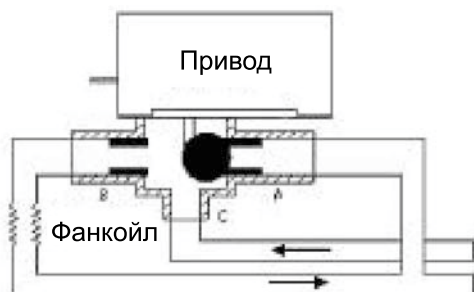
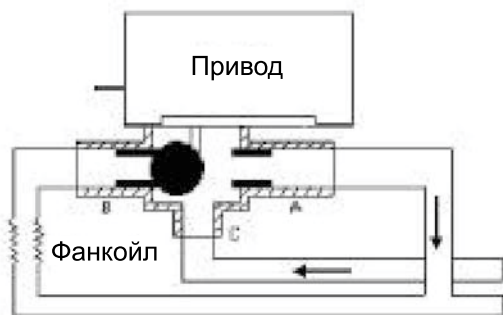

Рис.1
Рис.2
Трехходовые моторизованные клапаны серии HR-G3 используются для регулировки охлаждения/нагрева воды, проходящей через фанкойл. Когда термостат посылает контрольный сигнал на вентиль с электроприводом, клапан открывается, чтобы позволить потоку воды пройти от точки С к В (Рис. 1), а когда сигнал пропадает, клапан, с помощью своей пружины, возвращается в исходное положение, чтобы изменить направление потока воды от точки С в А (Рис. 2).
- i. Должно быть достаточно места для установки устройства и его технического обслуживания. Пожалуйста, см. Рисунок 1, где обозначены габариты и размеры устройства, и Рисунок 2 для определения минимального расстояния между устройством и преградой.